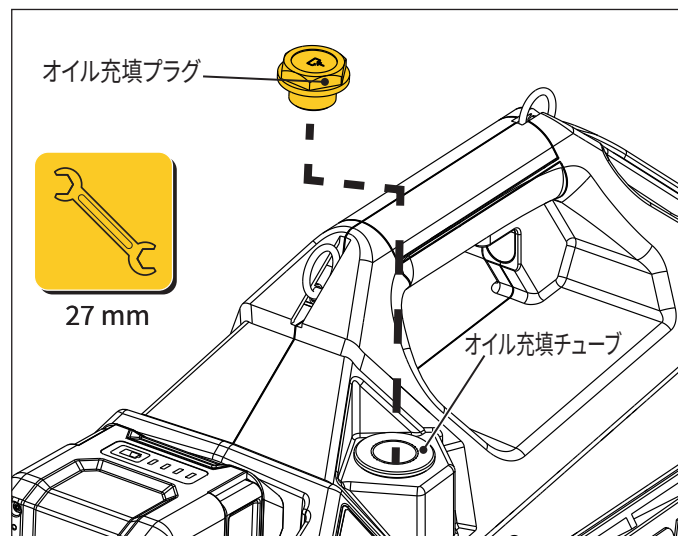

図12: オイル充填位置
2. 電源スイッチをオン (I) 位置にした状態で、放出ボタン  または  を押し続けて、システム内に残っている油圧をすべて解放します。
3. ポンプの電源スイッチをオフ (O) にします。
5. 充填口からオイル充填プラグを取り外します。27 mmレンチを使用します。図12を参照してください。
4. 充填口からオイル充填プラグを取り外します。27 mmレンチを使用します。図12を参照してください。